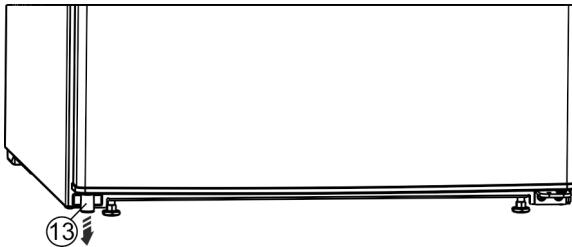

Fig. 14 \*
- Дістаньте з дверцят розпірку Fig. 14 (13) внизу зліва.\*